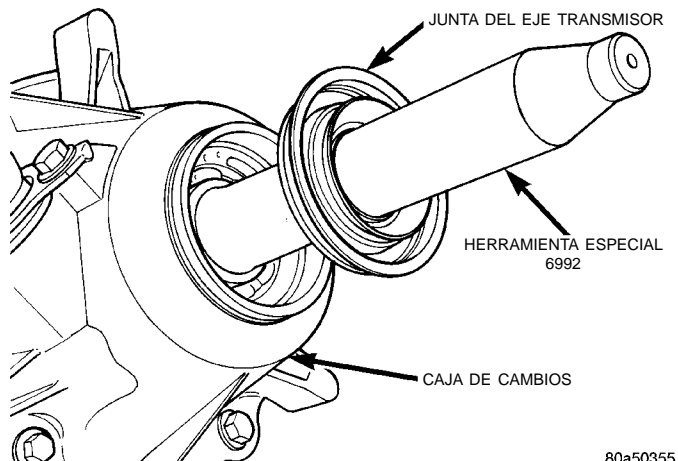

Fig. 89 Junta del eje transmisor y protector
(4) Aplique un reborde de Sellante Mopar® N/P 82300234 o Loctite® Ultra Gray a la superficie de contacto del retenedor trasero. El reborde de sellante debe tener un máximo de 4,7625 mm (3/16 pulg.).
(5) Instale el retenedor trasero en la caja trasera. Apriete los pernos del retenedor con una torsión de 20–27 N·m (15–20 lbs. pie).
(6) Instale el anillo de retención y separador del diámetro interno del cojinete trasero en el eje transmisor.
(7) Aplique una cantidad abundante de vaselina a la nueva junta trasera y al eje principal. La vaselina es necesaria para proteger los bordes de la junta durante la instalación.
(8) Deslice la junta en el Protector de junta 6992 (Fig. 89). Deslice el protector de junta y la junta en el eje transmisor.